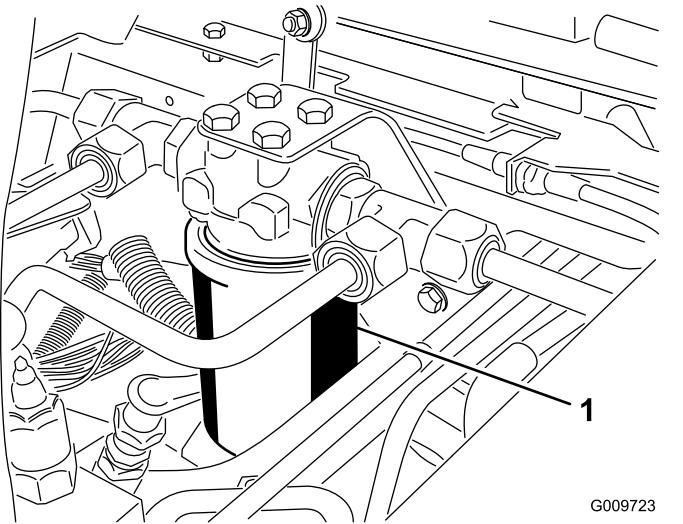
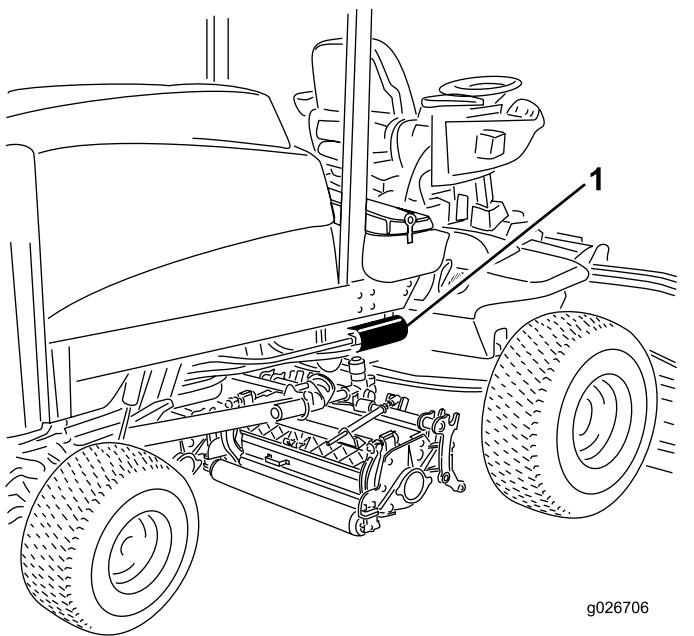

図 74
図 75
2. フィルタ容器の周辺をウェスできれいにぬぐう。フィルタ図74と図75の取り付け部周辺をきれいにふき、下に廃油受けを用意し、フィルタを外す。